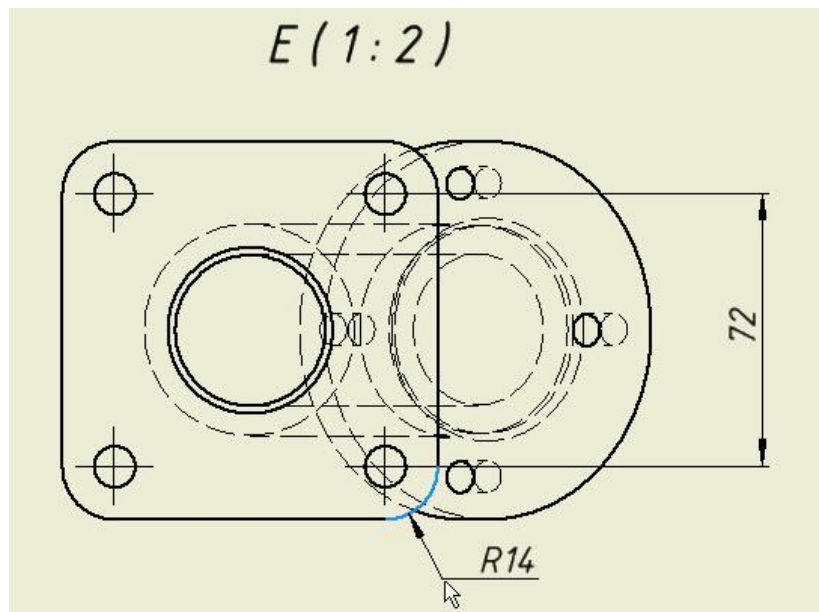

Рисунок 3.13 – Добавление радиального размера
9) Щелкните левой кнопкой «мышки», чтобы определить место расположения размера (см. рисунок 3.13).